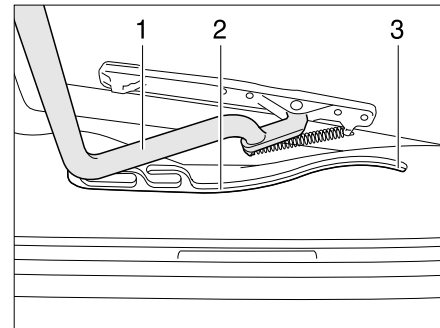

Bild 64 Heki-Dachhaube, Führung
- Den Bügel (Bild 64,1) in den Führungen (Bild 64,2) bis in die hinterste Position (Bild 64,3) ziehen.
- Den Bügel (Bild 64,1) mit beiden Händen leicht nach oben drücken.
- Den Bügel in den Führungen (Bild 64,2) bis zur gewünschten Stellung ziehen.